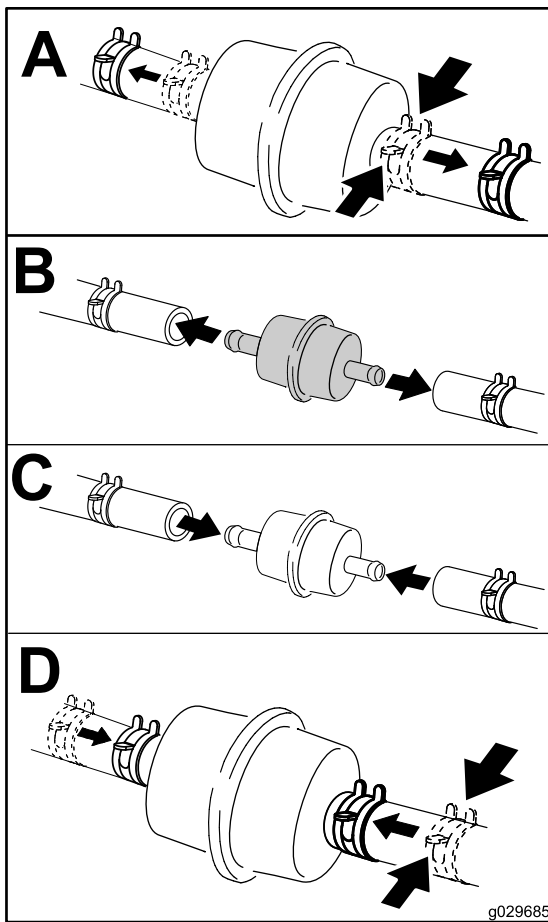

Figure 66
4. Cambie el filtro de combustible (Figure 66).